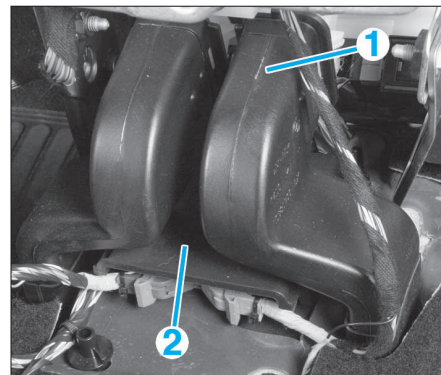

FIG. 24
- les conduits d'aération (1) aux places arrière (Fig.24).